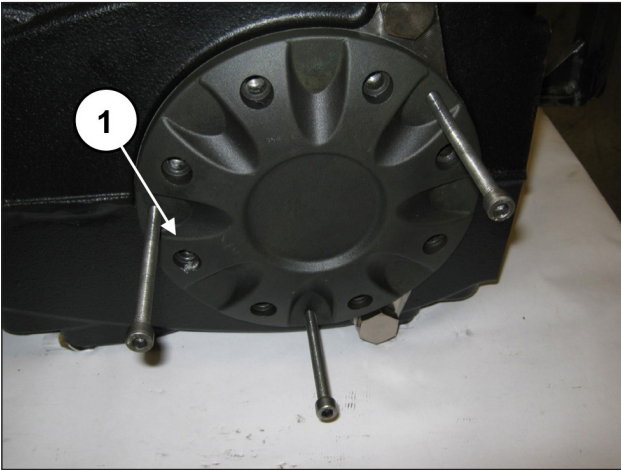

Fig. 28
Placer 3 goujons ou vis filetées M8 (rep. ①, Fig. 28) faisant office d'extracteurs, dans les orifices prévus à cet effet